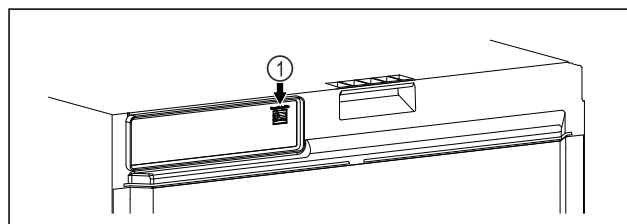

Fig. 109
- ☐ SmartModule Fig. 109 (1) 已使用。